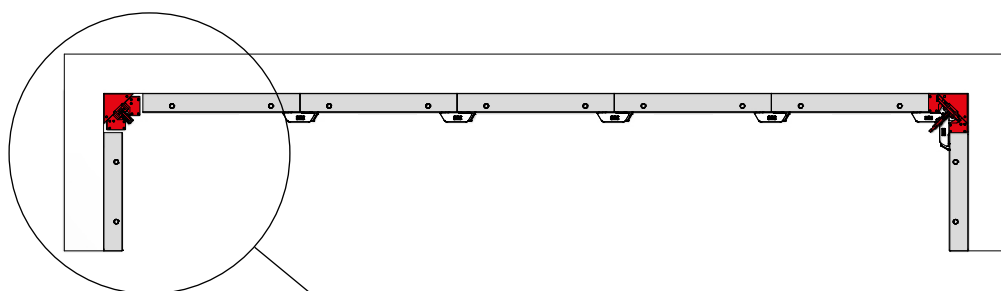

Fig. 57.2
2. Activer l'angle intérieur décoffrant M (Fig. 57.2 et page XT-54 à -56).